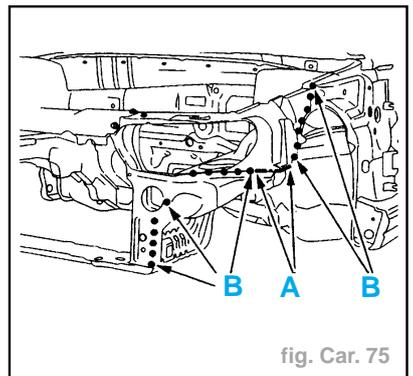

fig. Car. 75
- Souder par cordon au MIG (suivant **A**) (fig. Car. 75).